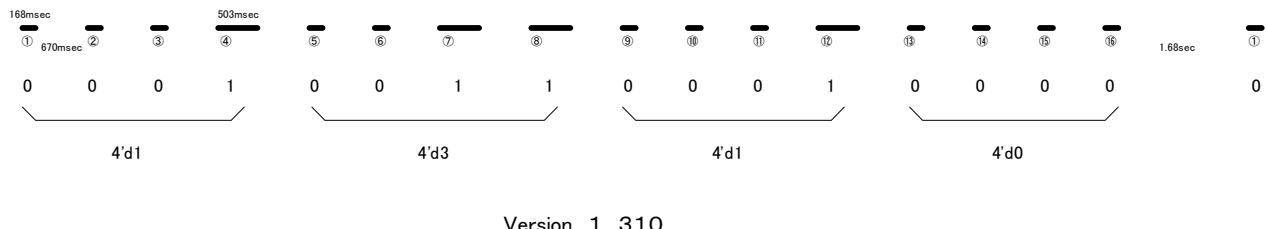

図7.2 LED点滅例
- 図7.2はLEDの点滅を時間系列上で太線で表した例です。時間は左から右に経過し、太線が点灯中を表し、太線と太線の間の空白は消灯区間を表します。